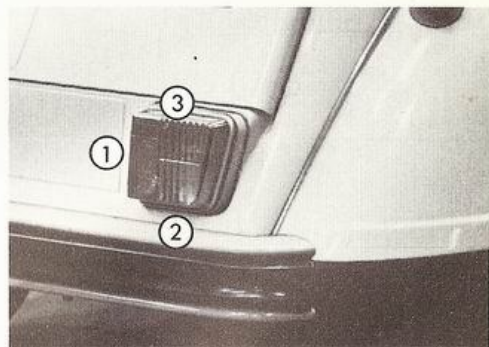

Fig. 45 - Luci di posizione posteriori
• *Luci posteriori* (Fig. 45)
• *Posteriori* (Fig. 45 - Rif. 2):
Vedere "luci di posizione posteriori" (Fig. 45 - Rif. 3)